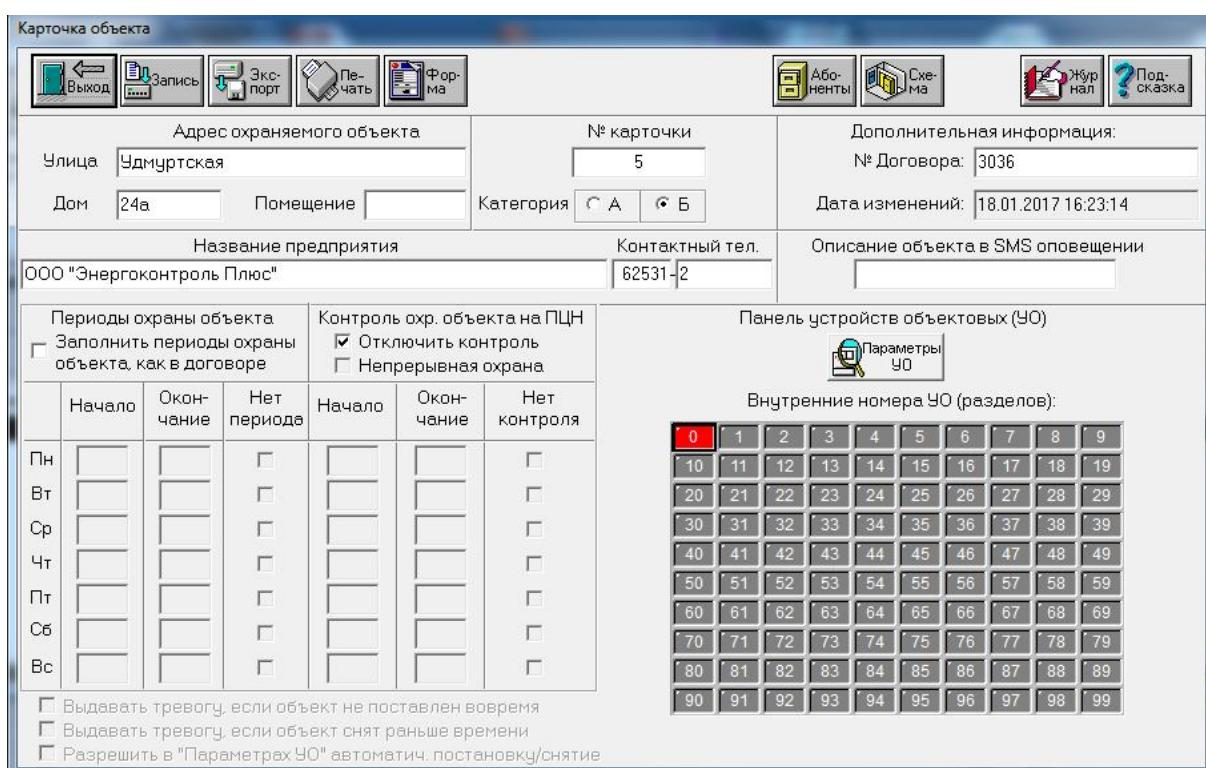

Рисунок 3. Окно «Параметры УО».
9.1 В программе сервера ПЦН необходимо открыть заранее созданную карточку объекта. Откройте в карточке объекта окно «Параметры УО» (Рисунок 3) и установите точно такую же конфигурацию шлейфов, как при программировании. Если имеются тревожные шлейфы, установите отметку «Контроль связи с КТС». Установите УО на обслуживание в нужную ячейку ресурсов системы.